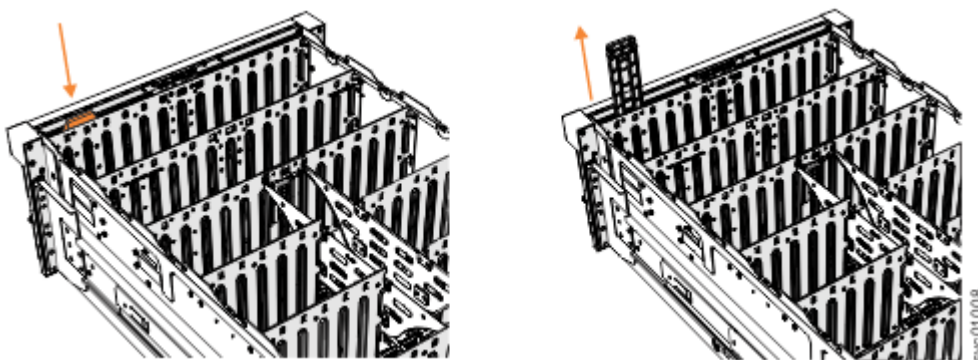

Рисунок 128. Снятие панели дисплея
3. Нажмите на фиксатор в верхней части панели дисплея (см. Рисунок 128 на стр. 113).